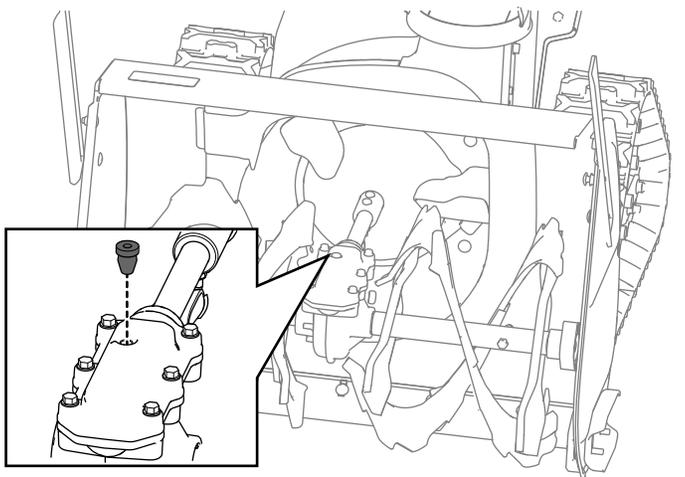

Bild 33
2. Reinigen Sie den Bereich um den Rohrverschluss und entfernen Sie den Rohrverschluss vom Getriebe (Bild 33).